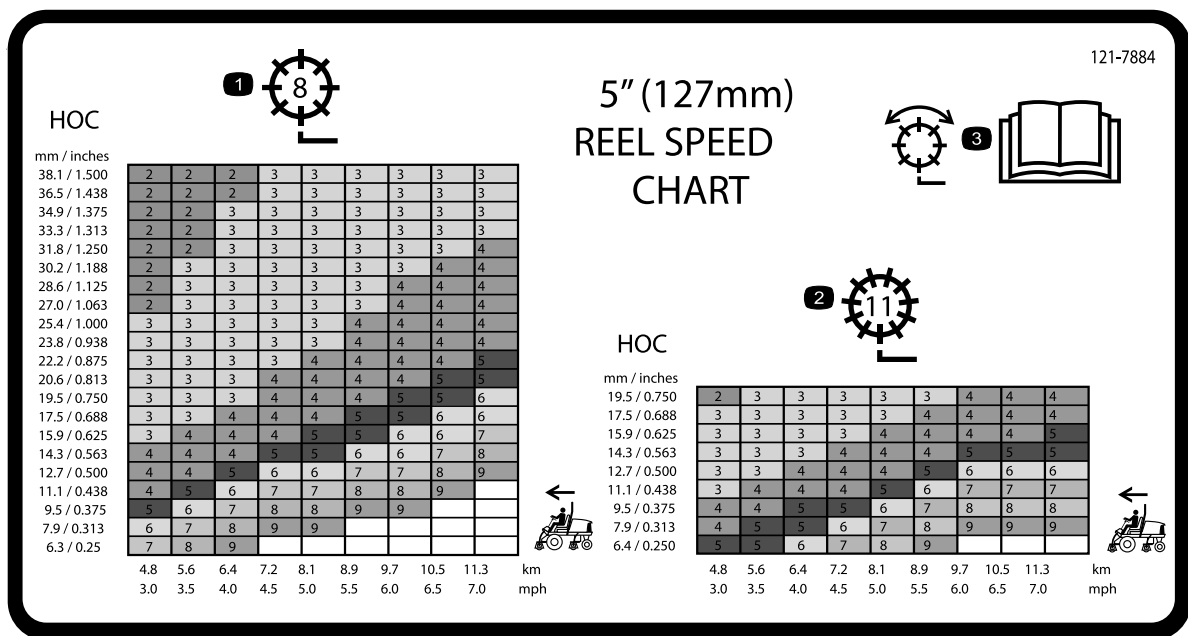
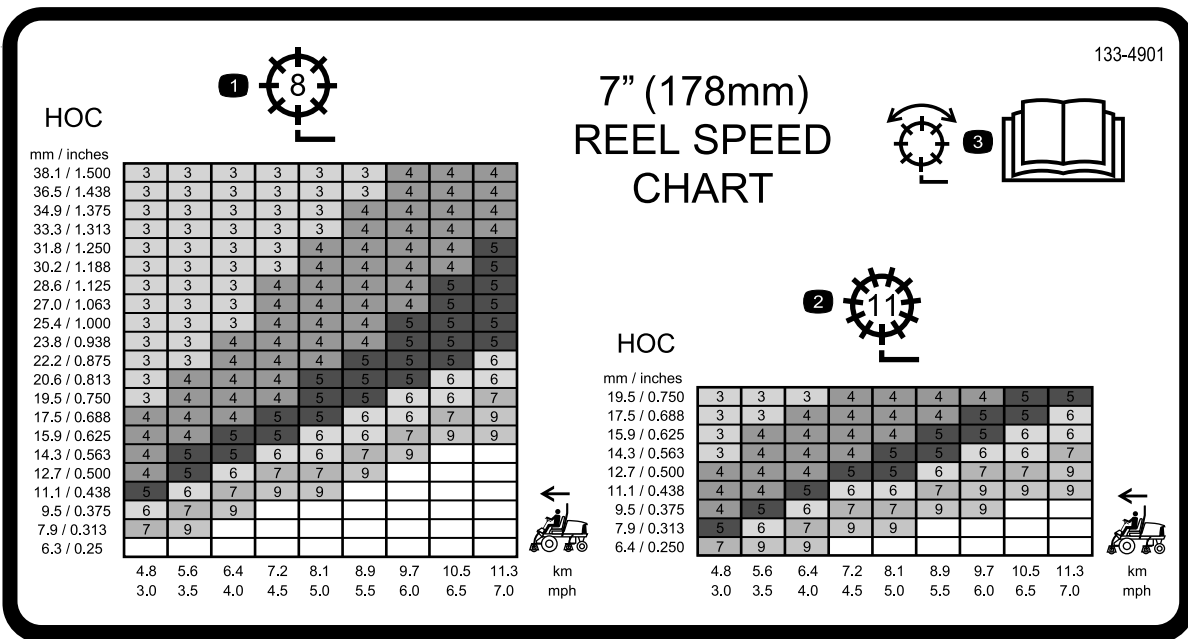

図 31
図 32
3. リール速度チャート **図 31** と **図 32** を参考にして、適切なリール速度を選択する。